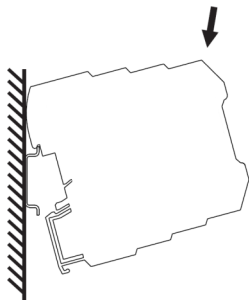

Fig. 2a
- 1) Agganciare il modulo nella parte superiore della guida ( come indicato in Fig.2a)